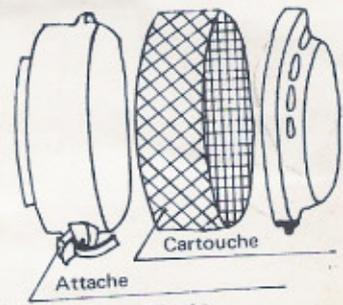

Fig. 12
##### (2) Nettoyage du filtre à air (fig. 12)